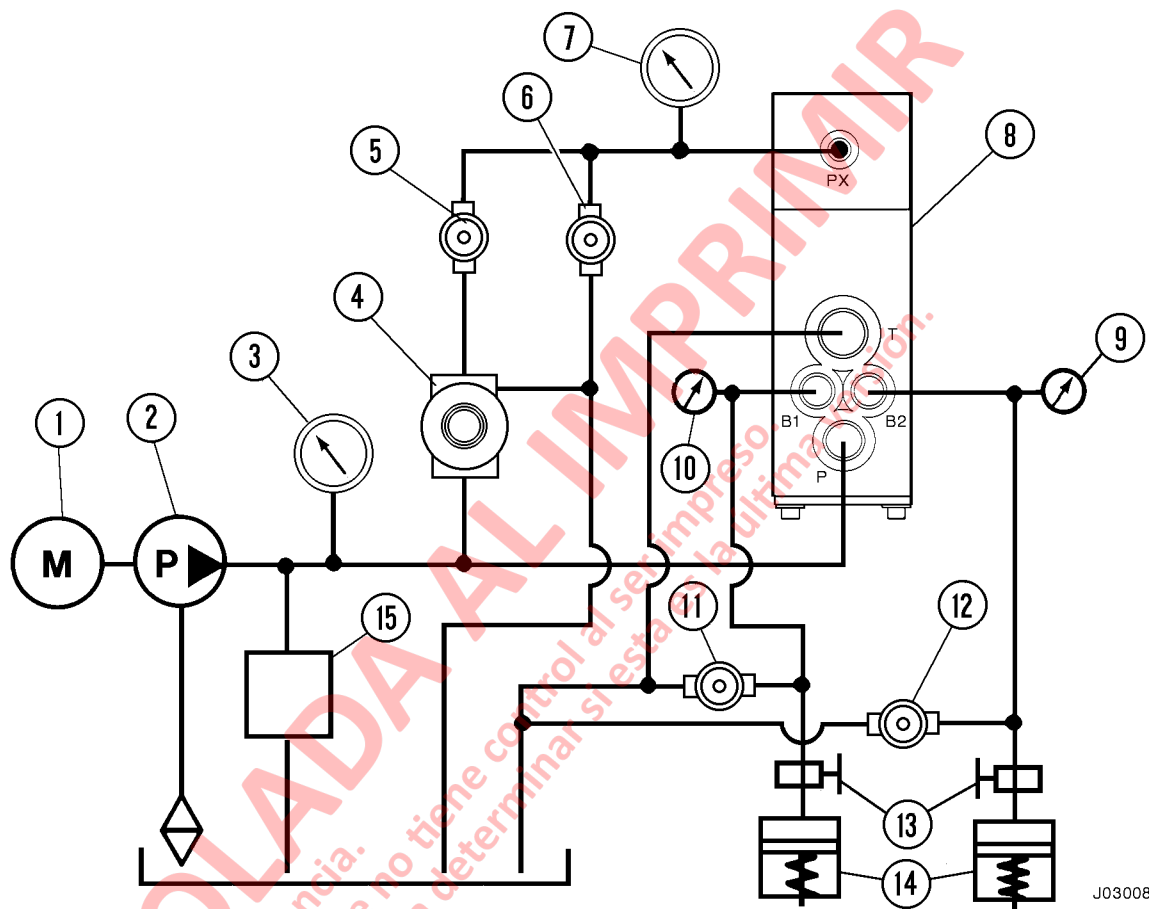

FIGURA 3-11. PREPARACIÓN DEL BANCO DE PRUEBAS DE LA VÁLVULA DE RELÉ DUAL
- Soporte de prueba hidráulica (consulte la Figura 3-11)
1. Ubique la válvula en el soporte de pruebas, como se muestra en la Figura 3-11.
5. Fije los puertos "B1" y "B2" de salida regulada a las líneas de prueba. Los dispositivos de monitoreo de presión en estas dos líneas deben tener una capacidad de 20 680 kPa (3000 psi). Conecte todos los puertos según el diagrama que se muestra en la Figura 3-11. Deben usarse y conectarse todos los puertos.